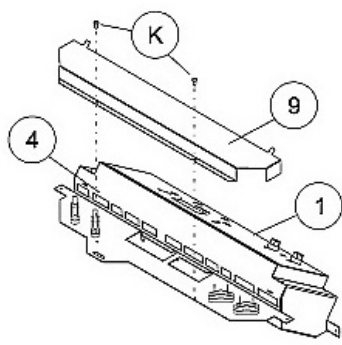

Fig. 7
7.2 Aansluiting aan klemmenblok (fig. 7)
7.2 Raccordement au bornier (fig. 7)